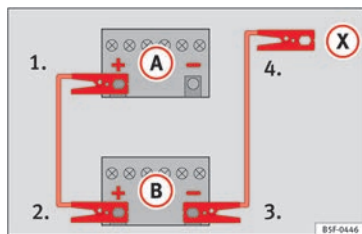

Fig. 86 Schéma de branchement pour les véhicules non équipés du système Start-Stop.
» » **fig. 86**.
4. *Sur les véhicules sans système Start-Stop :* raccordez une extrémité du câble d'urgence *noir* à la borne négative (-) du véhicule fournissant le courant **(B)** » » **fig. 86**.